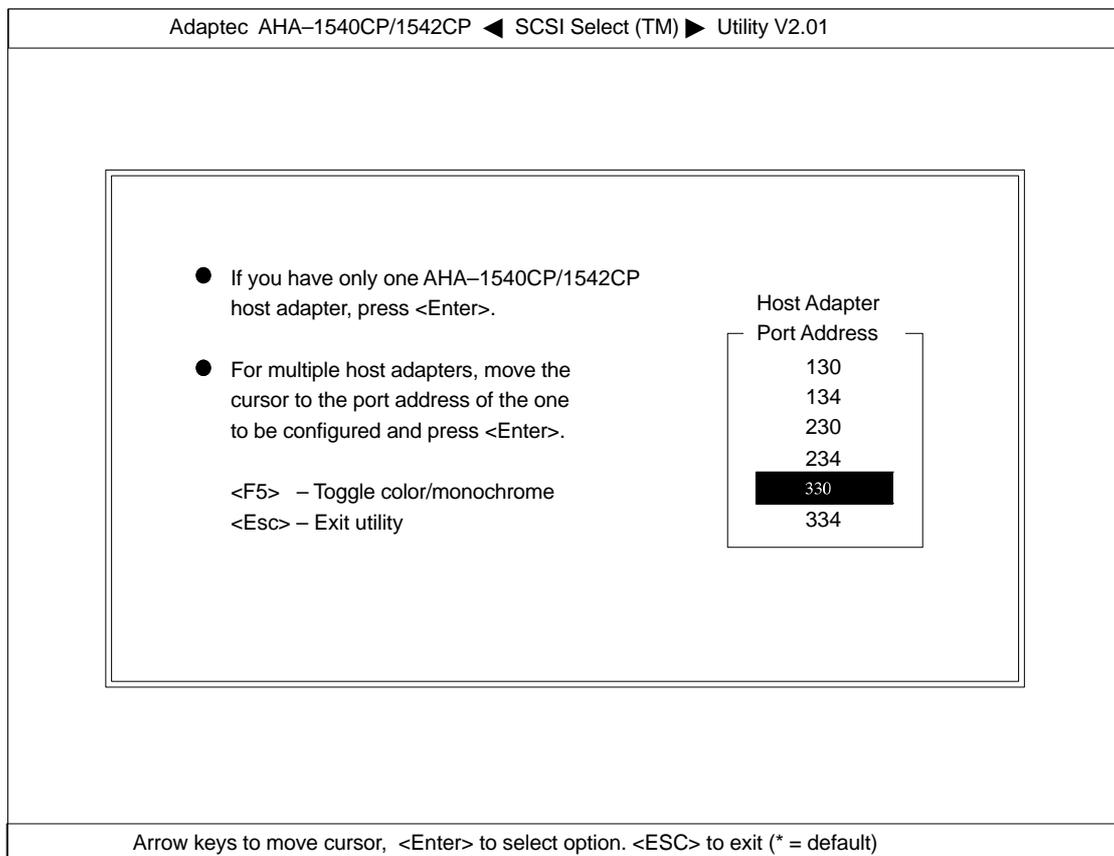

Bild 4.15 SCSI-Select-Menü 1
- Im SCSI-*Select*-Menü 1 (siehe Bild 4.15) ist die angezeigte Host Adapter Port-Address 330 (Voreinstellung) mit <RETURN> zu bestätigen.